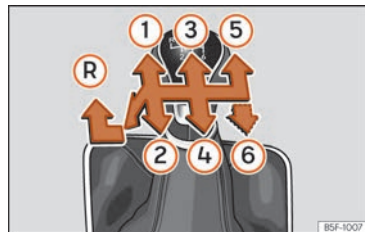

Abb. 86 Schaltschema bei einem 5-Gang bzw. 6-Gang Schaltgetriebe
Auf dem Schalthebel sind die Positionen der einzelnen Fahrgänge dargestellt **»» (Abb. 86).**
- Schalthebel in die Neutralstellung bringen und nach unten drücken. Schalthebel ganz nach links und dann nach vorn in die Rückwärtsgangposition schieben >>> **[Abb. 86] (R)**.